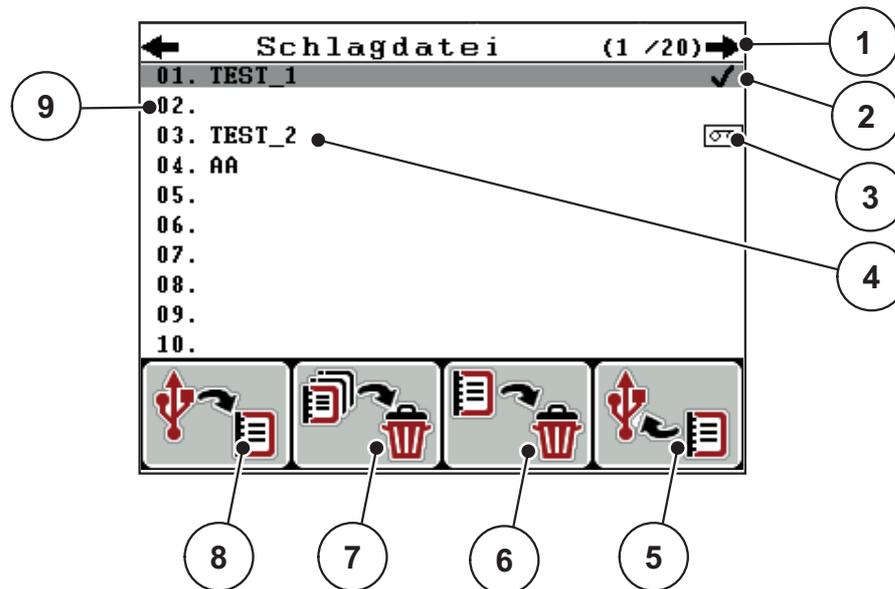

Bild 4.23: Menü Schlagdatei
2. Funktionstaste **F1** drücken (Siehe Bild 4.23).
2. Funktionstaste **F4** drücken (Siehe Bild 4.23).
3. Funktionstaste **F3** unter dem Symbol **Löschen** drücken (Siehe Bild 4.23).
2. Funktionstaste **F2** unter dem Symbol **Alle löschen** drücken (Siehe Bild 4.23).